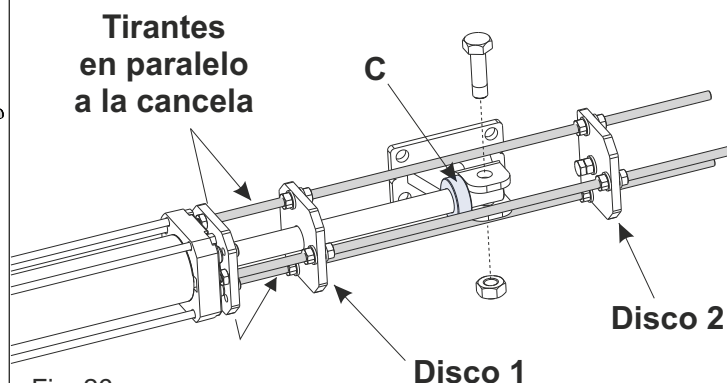

Fig. 26
- 5) **SOLO PARA OPERADOR MINI TANK:** insertar el cojinete (C) suministrado en el pistón (Fig. 26)